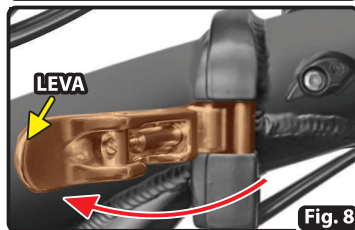

Fig. 8
- Girar la **leva** de la bisagra para liberar el mecanismo de traba (Fig. 8).